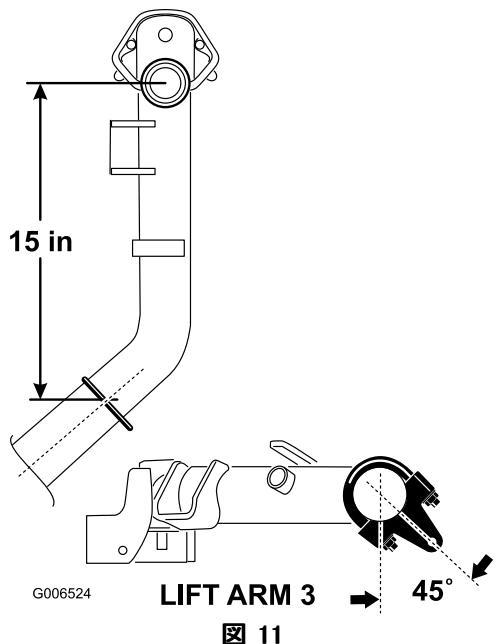

図 11
- 昇降アーム2番、3番では、ブラケットとUボルトが、ピボット・ナックルの中心線よりも38 cm 後ろになるように取り付ける（図 11）。各ブラケットが、機体の外側に對して45度回転した状態になるようにする。